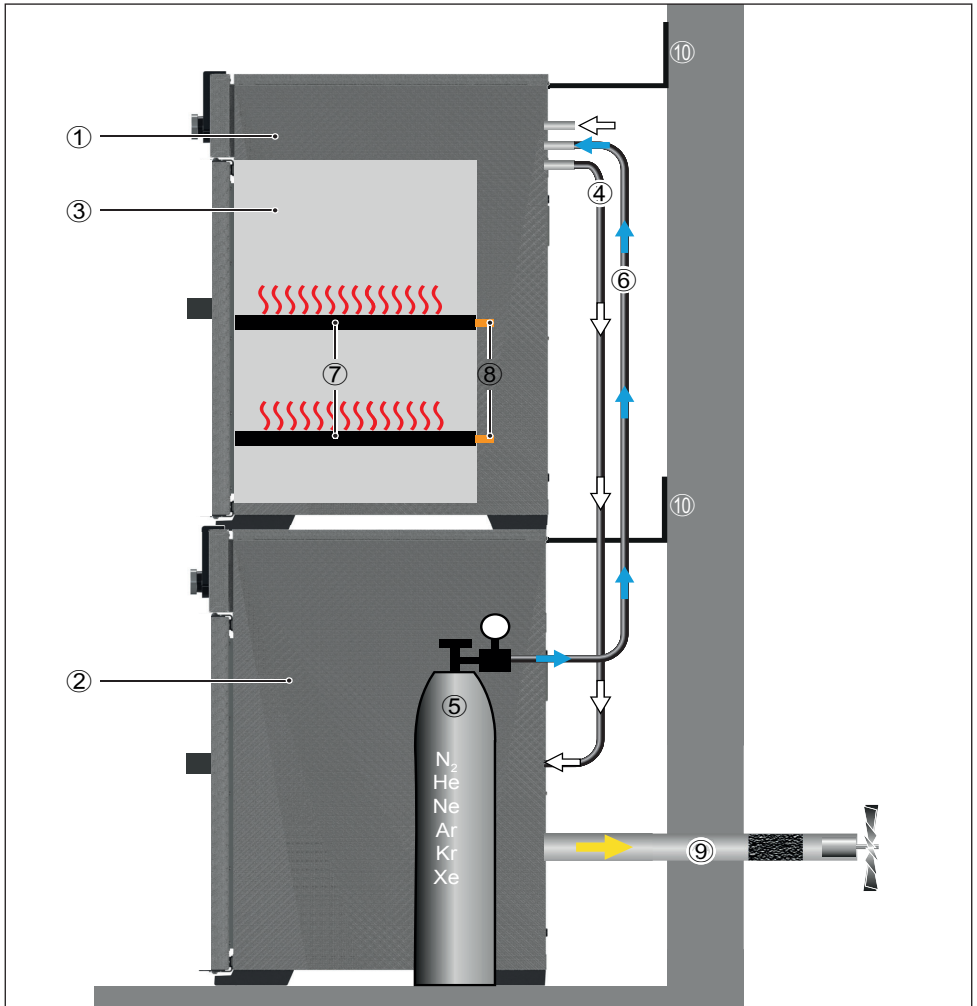

Abb. 3 Funktion von Vakuumschränken VO in Verbindung mit einem Pumpenmodul
Die Geräte der Typenreihe VO (Abb. 3 ① ) können in Verbindung mit einem Memmert-Pumpenmodul ② oder einer anderen geeigneten Vakuumpumpe einen Unterdruck in der Arbeitskammer ③ erzeugen. Durch den Vakuumeingang auf der Rückseite des Geräts ④ wird der Arbeitsraum durch die Pumpe evakuiert.